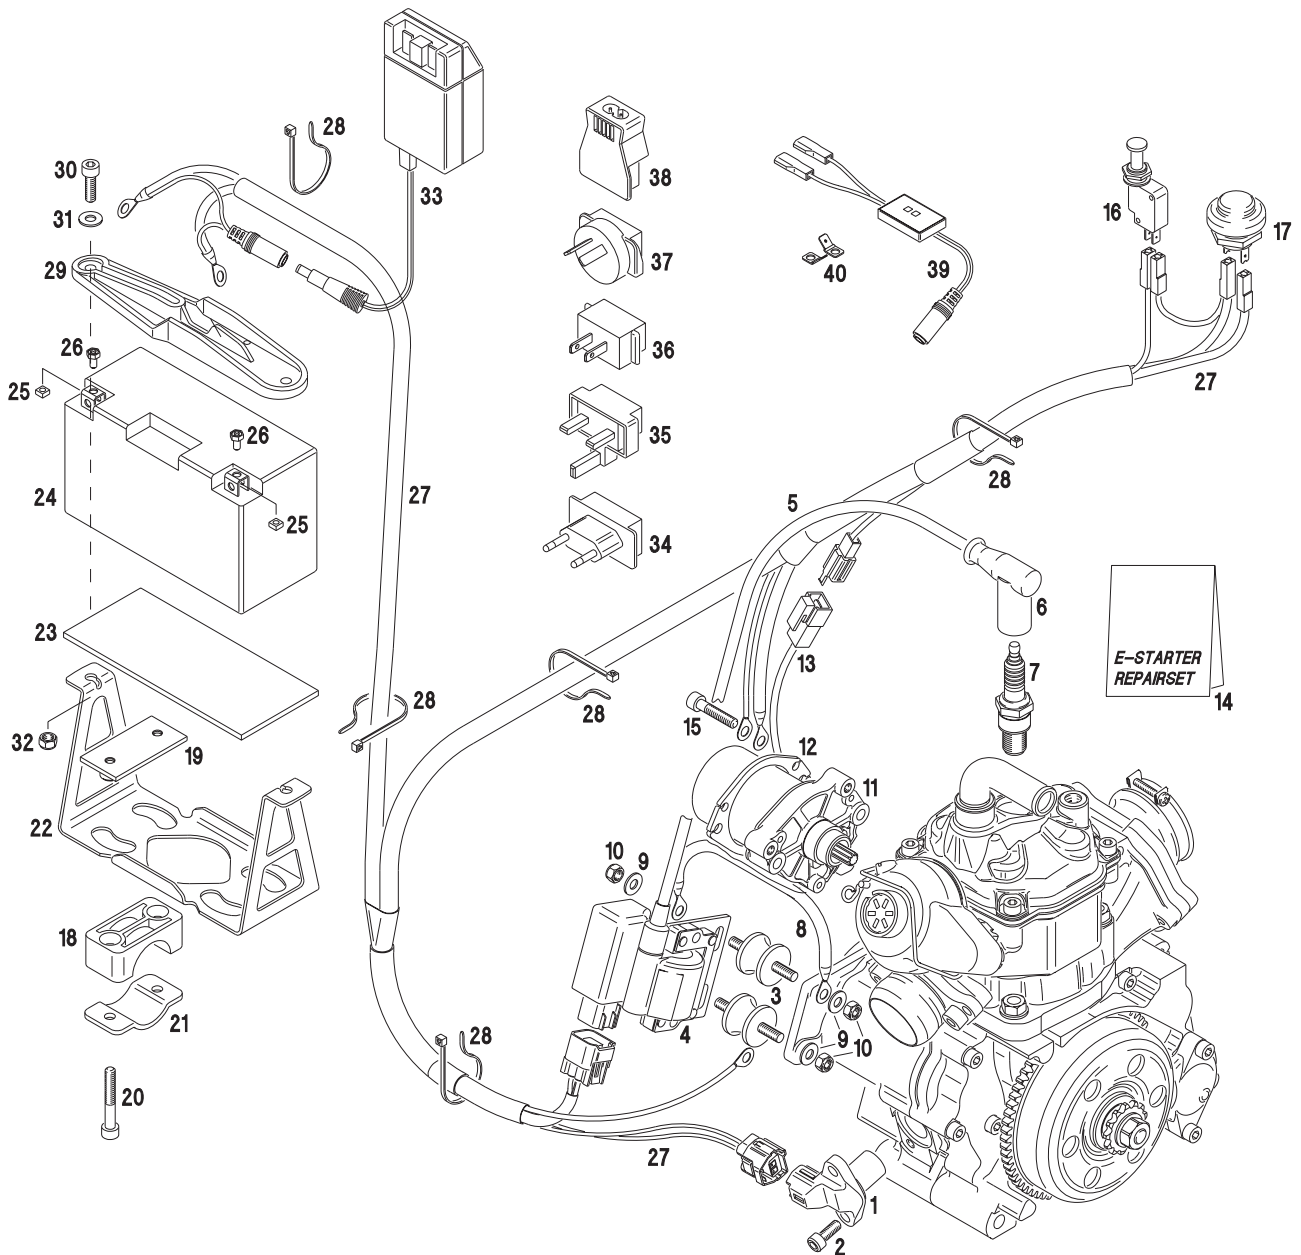

Bild 5
Für eine ausgewogene Gewichtsverteilung wird empfohlen, die Batterie entweder hinter dem Fahrersitz, links neben dem Fahrersitz oder vorne vor dem Kraftstofftank zu montieren. Zur fachgerechten Befestigung der Batterie am Rahmen wird von ROTAX im Zubehörcarton eine entsprechende Halterung für die Batterie mit den Anschlußteilen serienmäßig mitgeliefert (siehe Bild 5, Pos. 20)
→ Die elektrischen Anschlüsse entsprechend der Illustration (Bild 5) herstellen.
- Zündspule mit den Befestigungskomponenten (2 x Rundpuffer Pos. 3, 4 x Scheibe Pos. 9 und 4 x Sicherungsmutter Pos. 10) entsprechend der Illustration (siehe Bild 5) am Getriebedeckel befestigen.